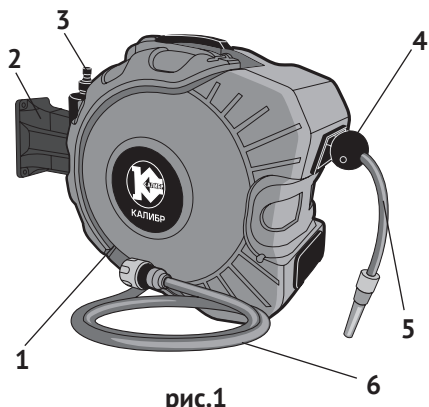

рис.1
4.1 Общий вид шланга представлен на рис. 1
Основные элементы шланга: спиральная пружина, катушка со шлангом, фрикционный узел блокировки и направляющая шлангоукладчика расположены в пластиковом корпусе (рис.1 поз.1).
Шланг подключения для насадки (рис.1 поз.5) размещён в автоматической катушке закрытого типа. Конструкция автоматической катушки позволяет установить её на рабочем месте так, как вам удобно, закрепив посредством кронштейна (рис.1 поз.2) на стене, потолке, верстаке или любом другом неподвижном предмете. Фиксатор пружинного механизма катушки позволит зафиксировать шланг, при вытягивании, на необходимую для работы длину, а по окончании работы поможет свернуть шланг обратно.
Ограничитель (рис.1 поз.4) обеспечивает неизменную длину вытянутой части шланга.
- совместив отверстия кронштейна и корпуса катушки, соединить корпус (рис.1 поз.1) с кронштейном поворотной оси (рис.1 поз.3).
- соединить шланг (рис.1 поз.6) с выходным штуцером системы (водной магистрали) а шланг (рис.1 поз.5) с входным штуцером используемой насадки.
- для предотвращения случайного сматывания шланга, ограничитель (рис.1 поз.5) передвинуть к входному отверстию корпуса катушки;